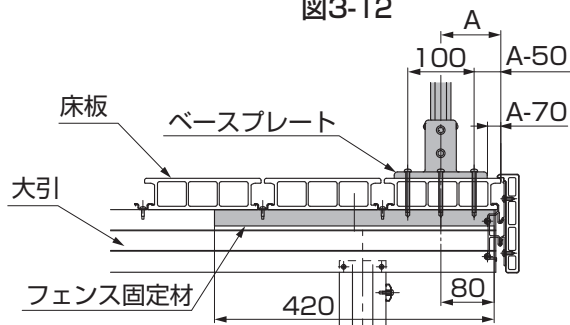
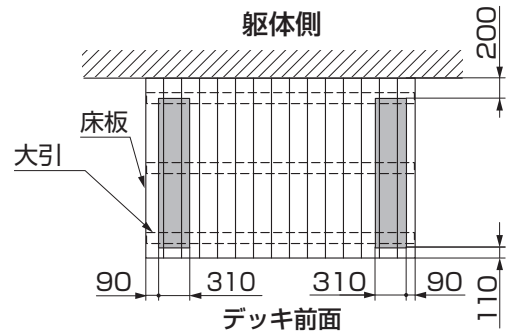
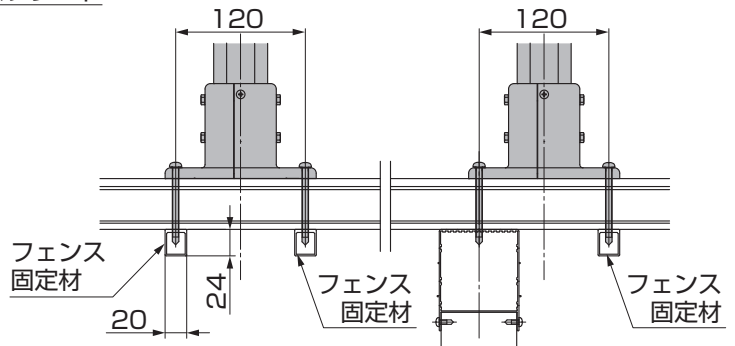

図3-14
図3-13
図3-15
- 片側を大引に固定して立てる場合、大引間に立てる場合には、図3-12、図3-13、図3-14、図3-15を参照して取付けてください。
- 図3-14のA寸法値の最小値は90mmです。
- 図3-14のA寸法の最大値は、フェンス固定材に手が届く約400mmの範囲内で自由に設定することができます。
②ネジ位置をマーキングしてください。
③マーキングした床板にφ5.5の下穴をあけてください。(※1)
④片側大引固定の場合は、「3-1 正面床板固定の場合」の端部への取付けを参照してください。
⑤大引間固定の場合、デッキの中心の下穴と、フェンス固定材の穴を合わせて、ベースプレートを【1-5】で2ヶ所取付けてください。(※2)
⑥ベースプレートを【1-4】で、床板の下にフェンス固定材をあてて4ヶ所取付けてください。